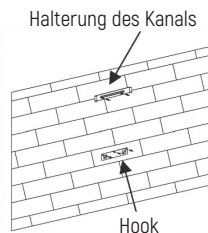

Abb. 2
2. Positionieren Sie den Bügel an einer geeigneten Stelle, sobald die Installationshöhe festgelegt ist, und halten Sie ihn in einer Linie. Der Fixpunkt für die Befestigung des inneren Bügels ist die Stelle, an der sich das Abzugsrohr befindet. Siehe Abbildung 2.